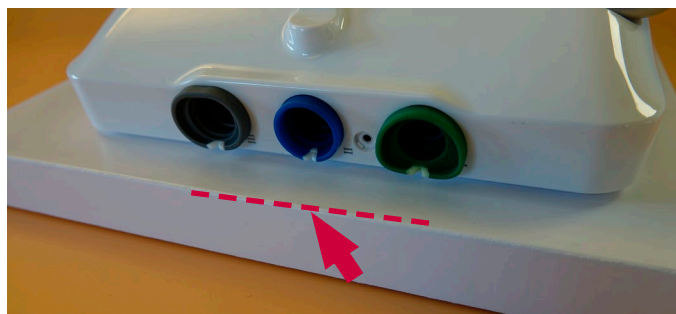

Figura 30 Colocar a caixa traseira, começando pelo lado com os anéis coloridos
c) Coloque a caixa traseira na unidade de visualização, começando pelo lado onde estão colocados os anéis coloridos (Figura 30)